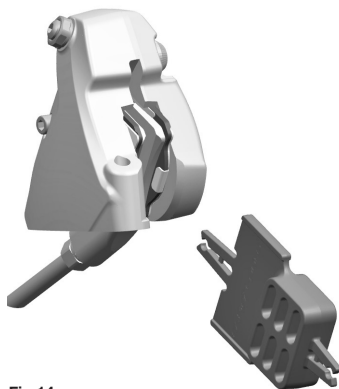
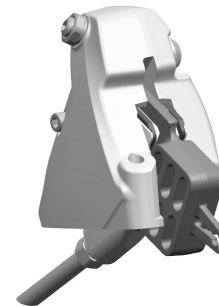

Fig.14
Fig.15
- Si les roues du vélo doivent être démontées, s'assurer d'avoir inséré l'outil pour le transport (**Fig. 14 / Fig. 15**) qui empêche, en cas d'actionnement accidentel des leviers de frein, le rapprochement des plaquettes de frein et donc l'impossibilité d'insérer le disque.